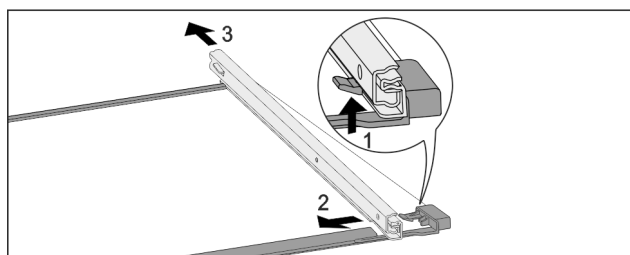

Fig. 77 带轨道的玻璃隔板
- ▶ 向上按前端的锁定钩。Fig. 77 (1)
- ▶ 将牵伸轨推向一侧 Fig. 77 (2)，然后向后 Fig. 77 (3) 推。